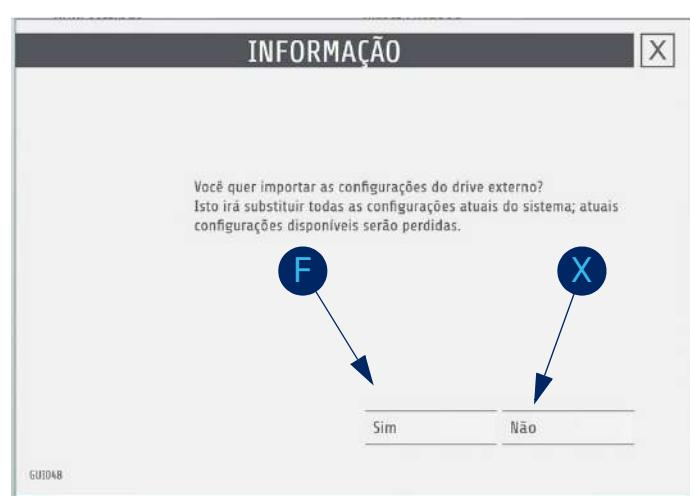

Fig. 171: Confirmação da importação de todas as configurações do USB
2. Pressione **IMPORTAR DO USB** [E]. É exibido o pop-up da fig. 171.